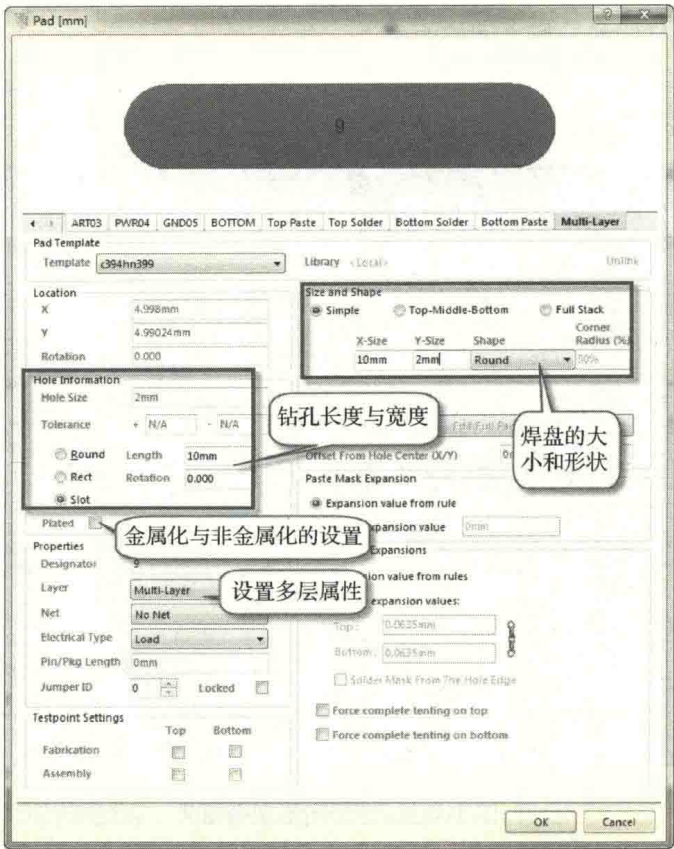

图 11-27 钻孔属性设置
(1) 执行菜单命令“Place-Pad”，激活放置焊盘命令，在放置状态下按“Tab”键，如图 11-27 所示设置好钻孔属性，放置一个宽 2mm、长 10mm 的挖槽。